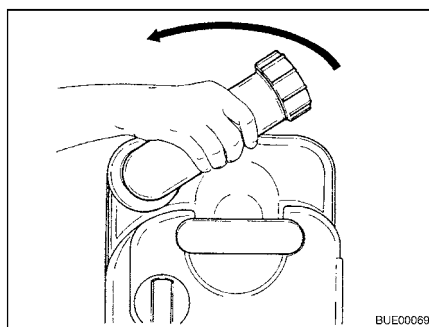

Bild 154 Vrid tömningsröret
- Vrid tömningsröret uppåt (Bild 154).